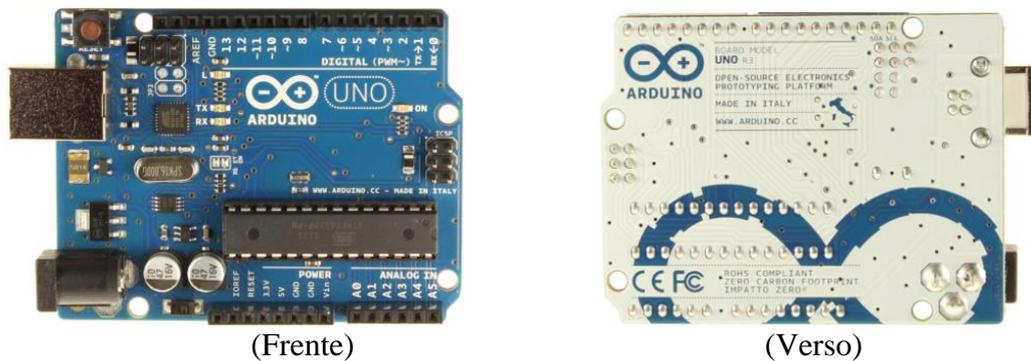

Figura 1.9 – Placa Arduino Uno. Dimensões aproximadas: 7 cm x 5 cm.
Como exemplo de microcontrolador faremos uso de um projeto muito legal: a placa Arduino, mais especificamente, Arduino Uno. É importante dizer isso, pois existem vários modelos de placa Arduino. Na placa Arduino temos um microcontrolador conhecido como ATmega 386 e um canal, ou porta, de comunicação com um microcomputador (PC), uma porta USB. Na Figura 1.9 vemos a Arduino Uno.